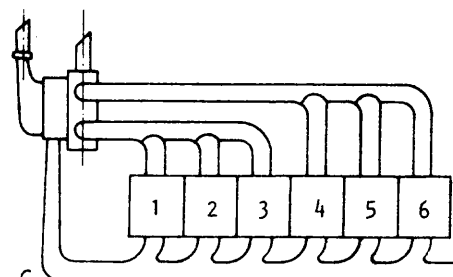

Fig. 6
- a) motores en línea. Tienen los cilindros colocados uno detrás del otro (fig. 6).